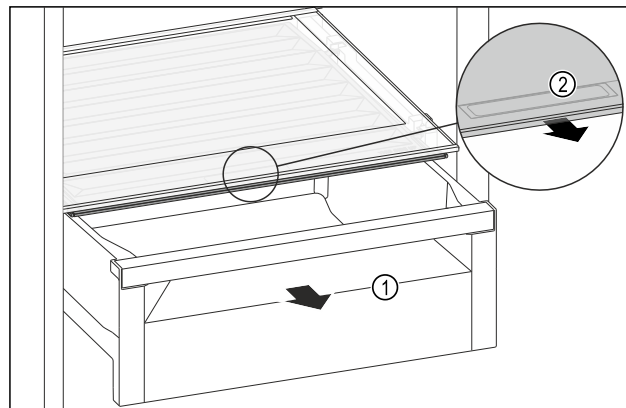

Fig. 155
- ▶ Schubfach Fig. 155 (1) herausziehen.
- ▶ Griffmulde Fig. 155 (2) am Fachdeckel anfassen und Fachdeckel gleichzeitig nach vorne ziehen.